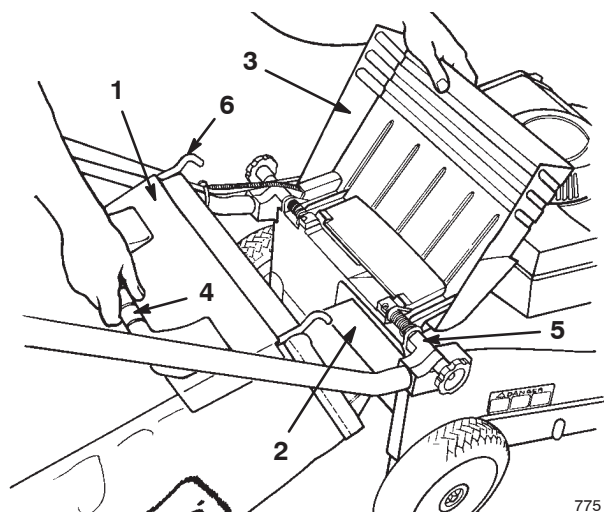

Figure 13
2. Relevez le volet d'éjection, glissez la rampe fixée au bac de ramassage dans l'ouverture d'éjection et accrochez le cadre du bac à la partie arrondie des supports de montage (Fig. 13).